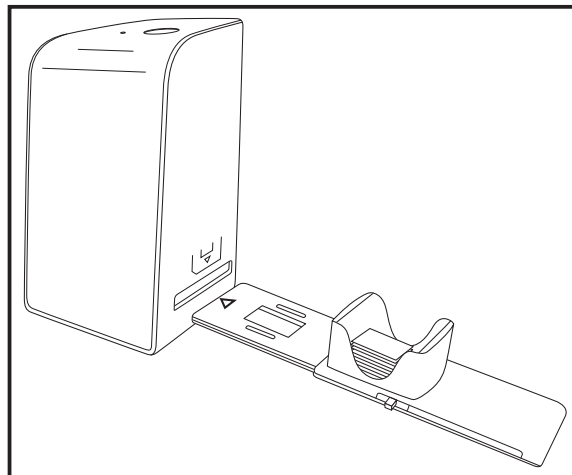

Figura 2
- ◆ Introduza os diapositivos, no lado correto, no compartimento do carregador de diapositivos ⑥ previsto para tal. É possível colocar aprox. 10-12 diapositivos (consoante o tamanho) no carregador de diapositivos.
- ◆ Introduza primeiro o carregador de diapositivos ⑥ com a janela de visualização na abertura direita ④. Ao fazê-lo, verifique se a marcação triangular está virada para a frente e visível (ver figura 2).